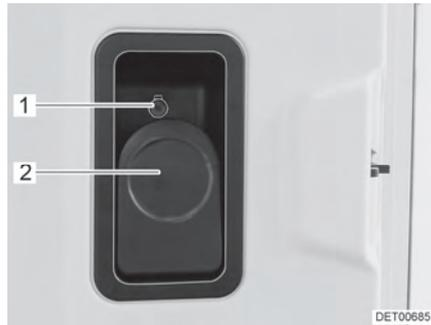

Fig. 31 Serrure de la porte (porte cellule à l'intérieur)
- Ouvrir :* ■ Tirer le levier (Fig. 31,2).
- Verrouiller :* ■ Enfoncer le bouton de sécurité (Fig. 31,1).